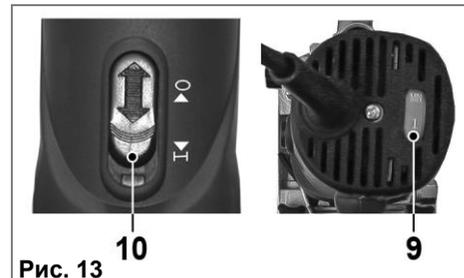

Рис. 13
**8.1. Включение и настройка необходимой частоты вращения шпинделя (рис.13).**